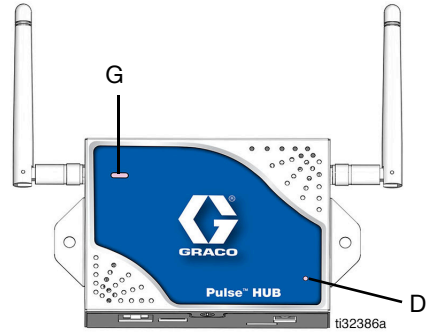

图 5
安装 Pulse HUB 后，确认电源指示灯 (D) (图 5) 亮起，且 HUB 运行正常。
脉冲液体管理软件的状态由 HUB 状态指示灯 (G) (图 5) 来指示。在进行诊断定义之前，请参见 HUB 状态指示灯表。